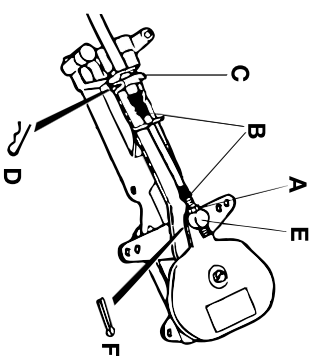

Fig. 7
- Ta bort muttern (A fig. 7) och båda gummitätningarna från kabeln.
- Tryck kabeln igenom kabelhållaren. (C fig. 7)
- Säkra kabeln med låspinnen (D fig. 7).
- Anslut nippeln till gasarmen (E fig. 7) och säkra med saxspinnen (F fig. 7).